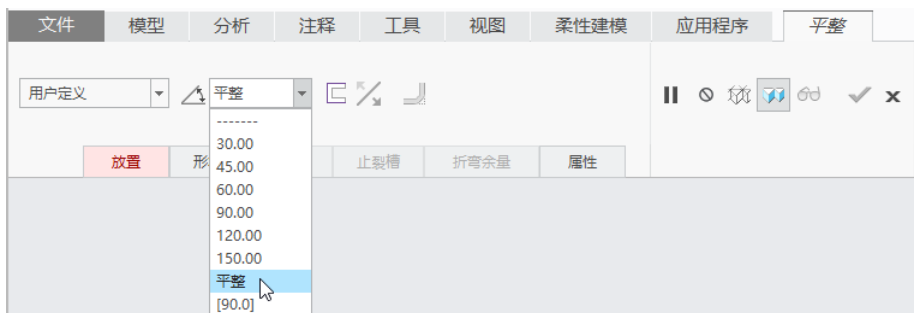

图 5-69 设置形状选项和折弯角度
(1) 在功能区“模型”选项卡的“形状”组中单击  (平整) 按钮, 打开“平整”选项卡。
(2) 在“平整”选项卡的“形状”下拉列表框中选择“用户定义”命令, 接着从  (折弯角度) 下拉列表框中选择“平整”选项, 如图 5-69 所示。